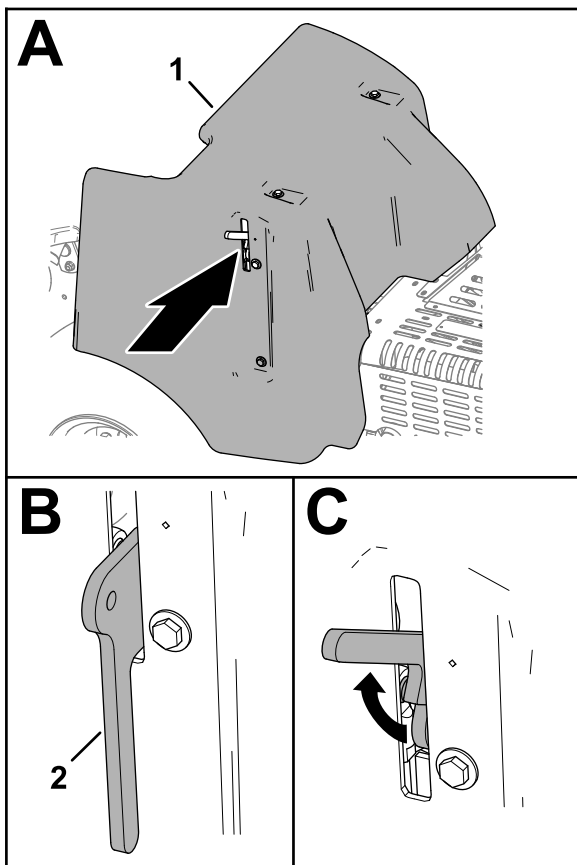

Bild 142
- Heben Sie den Verriegelungsgriff an (Bild 142).